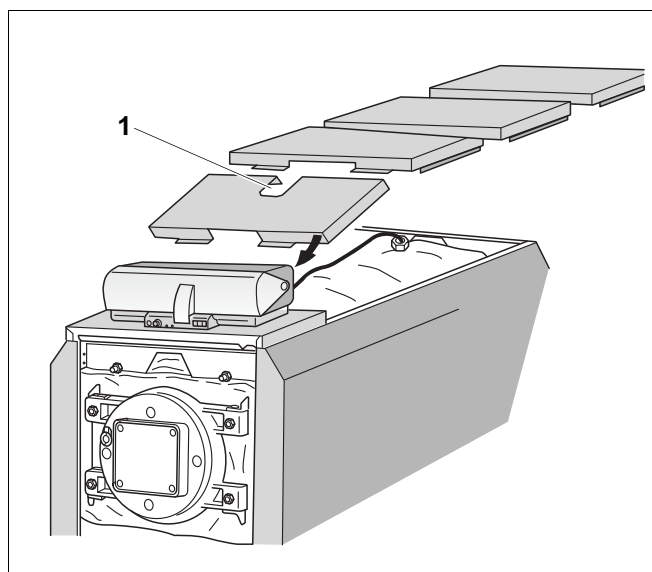

Рис. 22 Установка крышек котла - схематичное изображение
В котлах, начиная с мощности 400 кВт, во второй спереди крышке есть вырез (рис. 22, **поз. 1**), остальные части одинаковые и укладываются отбортовкой вперед.
- Свободно уложите крышки на правую и левую боковые стенки (рис. 22).